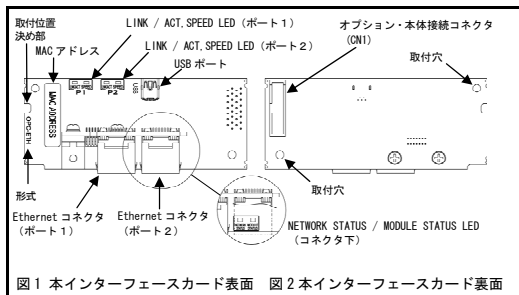

図1 本インターフェースカード表面 図2 本インターフェースカード裏面
- 本インターフェースカード上に形式「OPC-ETH」が印刷されていることを確認してください(図1)。
- 本インターフェースカードの取付け位置決め部(図1)がツメ(図4①)にセットされ、CN1(図4②)が確実に差し込まれていることを確認してください。図5は取付け完了を示します。